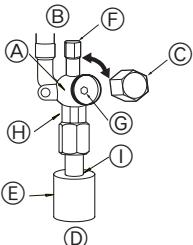

Fig. 4-6
② Sicherstellen, daß das Absperrventil vollständig offen ist, und die Kappe zurück in Ausgangsstellung drehen.
(2) Flüssigkeitsseite von P100-P140 (Fig. 4-6)
- ① Entfernen Sie die Kappe und drehen Sie die Ventilstange mit einem 4-mm-Schlagschlüssel bis zum Anschlag gegen den Uhrzeigersinn. Hören Sie auf zu drehen, wenn der Anschlag erreicht ist.